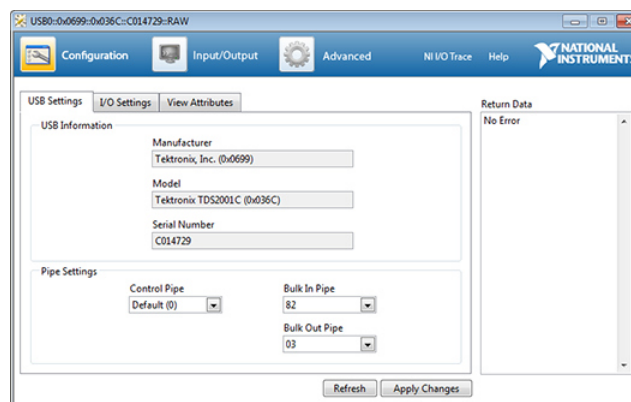

Abbildung 3: VISAIC - Öffnen einer VISA-Session
3. Das Utility "VISA Interactive Control" (VISAIC) dient der einfachen Kommunikation mit jedem VISA-Gerät. Sobald Ihr USB-Gerät für den Einsatz mit VISA konfiguriert ist, sollte es im USB-Zweig aufgelistet sein. Doppelklicken Sie auf das Gerät, um es für die Kommunikation über VISA zu öffnen. Ein Fenster ähnlich dem in Abbildung 3 sollte sich öffnen.